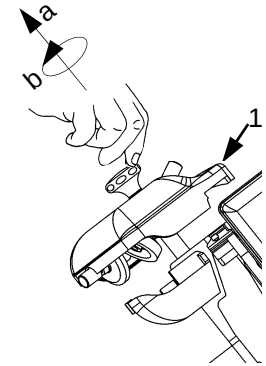

Abb.47
6. den Knopf 2 Abb.47 drücken, das Schneideblatt zwischen den Schleifscheiben ungefähr 30/40 Sek. drehen lassen, bis sich auf der Klinge ein leichter Grat bildet;